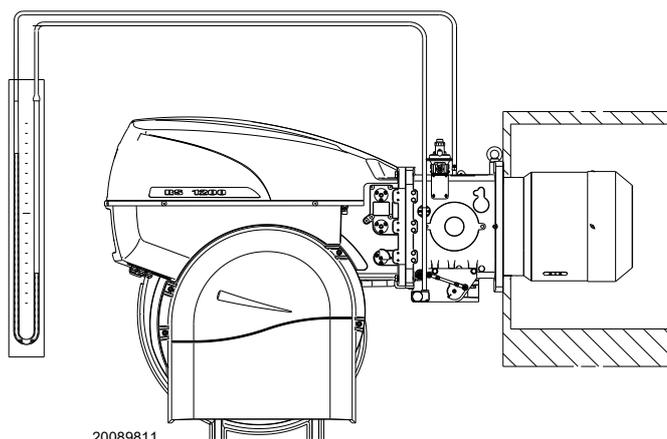

Fig. 26
- Monter un manomètre en U ou un manomètre de type différentiel (Fig. 26), avec la prise (+) sur la pression de gaz du manchon et (-) dans la chambre de combustion. Ceci sert à obtenir approximativement la puissance MAX. du brûleur.
L'arrivée de gaz au manchon est mise en évidence sur le manomètre en U (Fig. 26 à la page 24).